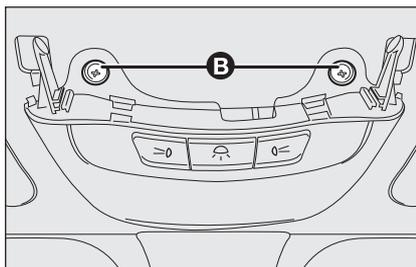

fig. 34
- dévisser les deux vis de fixation **B** fig. 34 pour démonter le groupe;